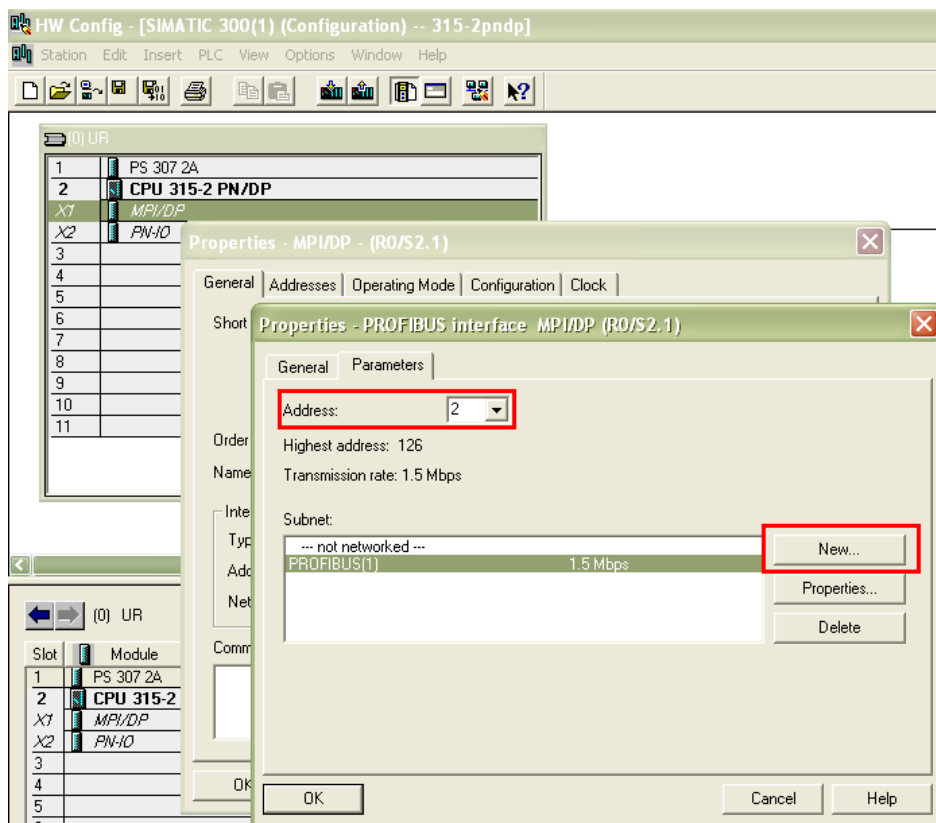

图 2.2
- B. 点击 New 按钮，在 Subnet 下新建一个 PROFIBUS 网络，在弹出的对话框中设置参数，如图 2.2 所示：